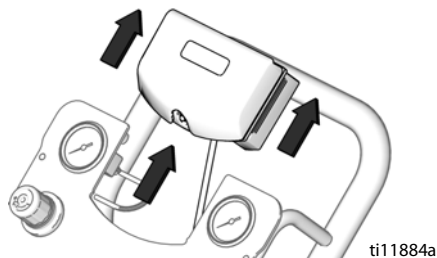

Рис. 11. Снятие модуля DataTrak
3. Снимите модуль DataTrak с кронштейна. См. Рис. 11. Переместите модуль с прикрепленным кабелем в безопасное помещение.